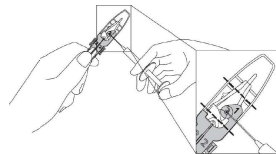

図 1 眼科用粘弾性物質の注入
- ① 無菌的に滅菌バッグを開封し、つまみを持ちながら本品を取り出す。
- ② 粘弾性物質注入ポート(刻印 1)から図 1 に示された点線内を満たすように眼科用粘弾性物質を注入する(図 1)。この時レンズ光学部に粘弾性物質が十分に行き渡っていることを確認すること。